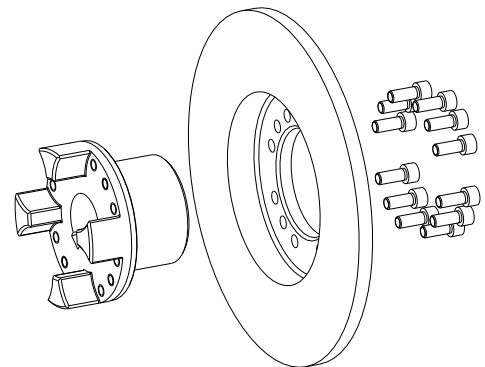

Fig. 8 : Montage tambour/disque sur moyeu FN
- Monter le tambour ou le disque sur le moyeu FN (voir fig. 8). Engager d'abord les pièces à la main.